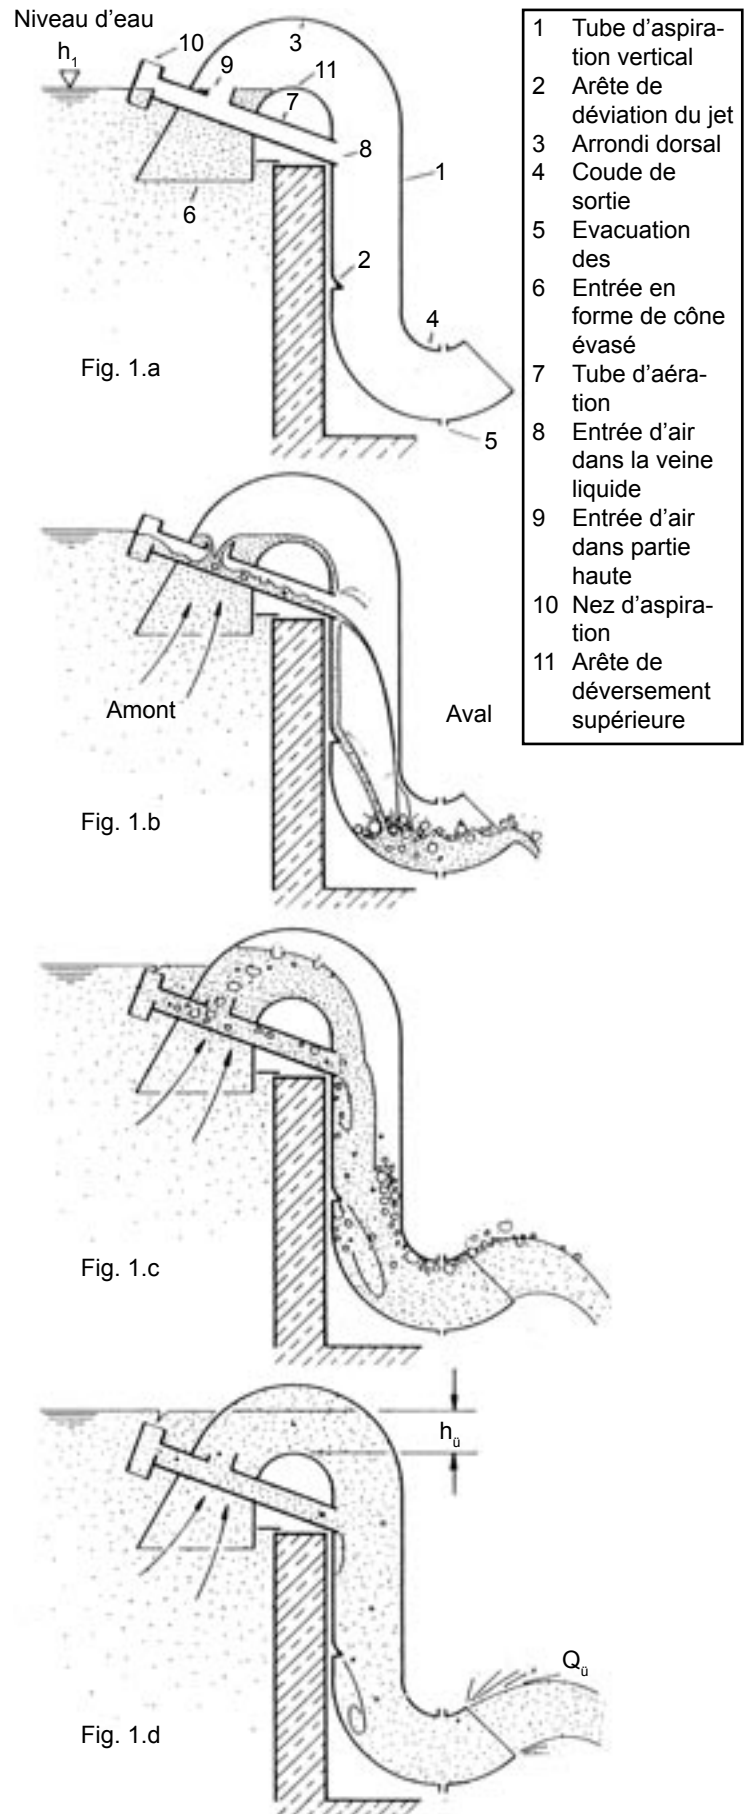

Fig. 1 : Fonctionnement du siphon régulé UFT-*FluidSiph* lors de l'élévation du niveau d'eau amont.
Le siphon régulé, voir figure 1, possède une tubulure d'aspiration verticale (1), une entrée et une sortie en forme de coude en U. Ceci rend le siphon très compact et permet le montage ultérieur, par simple accrochage, à la paroi verticale du seuil. La particularité du siphon est le tube d'aération (7). Il est disposé en pente vers le bas et traverse le milieu de la partie supérieure. Deux ouvertures aèrent aussi bien le bas (8) que la crête (9).
Si le niveau d'eau monte encore de quelques centimètres, figure 1 c, le débit devient tellement important que le coude de sortie avec la crête, aspire de l'air comme une pompe à jet d'eau. Le vide ainsi formé suce l'eau dans le siphon vers le haut jusqu'à la hauteur de déversement ( $h_{\ddot{u}}$ ). Mais la valeur du vide est régulée par le « nez » d'aspiration. Ce dernier aspire un mélange d'eau et d'air. L'air entraîné aère aussi bien la partie supérieure que la partie inférieure du jet de déversement coudé. Lorsque le niveau d'eau en amont arrive à 55% de la dimension nominale  $D$  du siphon, le « nez » d'aspiration est noyé si profond, qu'il n'y a pratiquement que l'eau qui est aspirée.